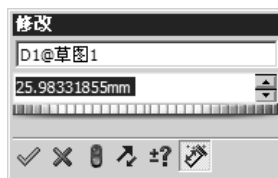

图 2.10.1 “修改”对话框
Step 2 选择尺寸。在要修改的尺寸文本上双击，系统弹出“尺寸”对话框和图 2.10.1 所示的“修改”对话框。